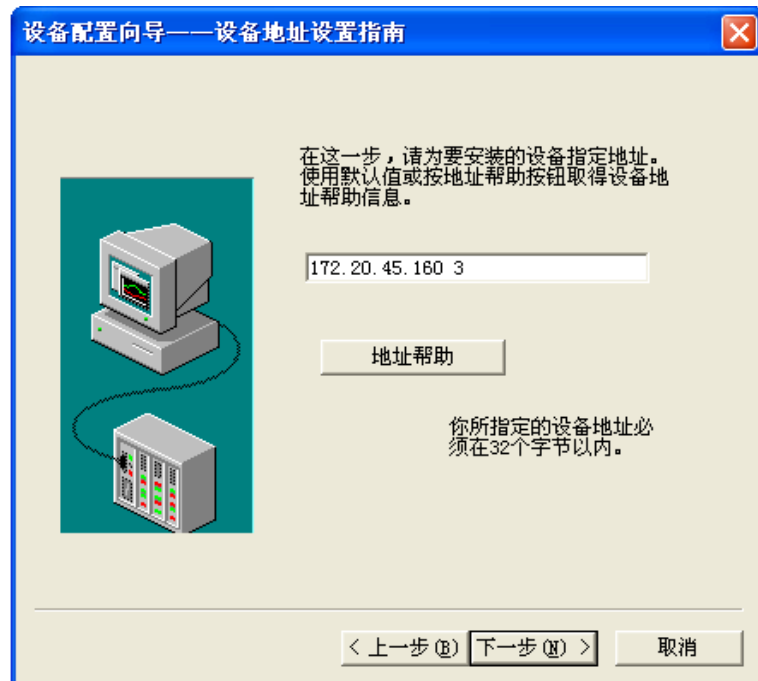

图 B-3-7
(3) 如图 B-3-7 输入设备地址，首先是从站 IP 地址与 PowerPro 中的一致，然后是空格，